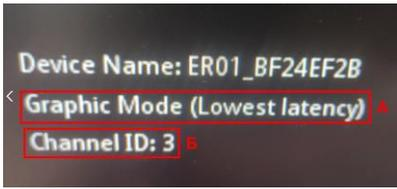

Рис.6 Отображение текущего канала сопряжения (Б) и режима отображения (А) на подключенном к приемнику мониторе.
Кроме того, на подключенном к приемнику мониторе текущий канал и режим отображения выводится в текстовом виде (см. Рис.6)
- Одновременно удерживайте кнопки К2 и К3 до появления на экране монитора нужного диапазона каналов (Рис.6);